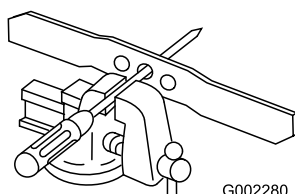

Bild 28
1. Prüfen Sie die Auswuchtung des Messers, indem Sie das mittlere Loch im Messer über einen Nagel oder einen Schraubenzieherschaft hängen, den Sie horizontal in einen Schraubstock einklemmen (Bild 28).